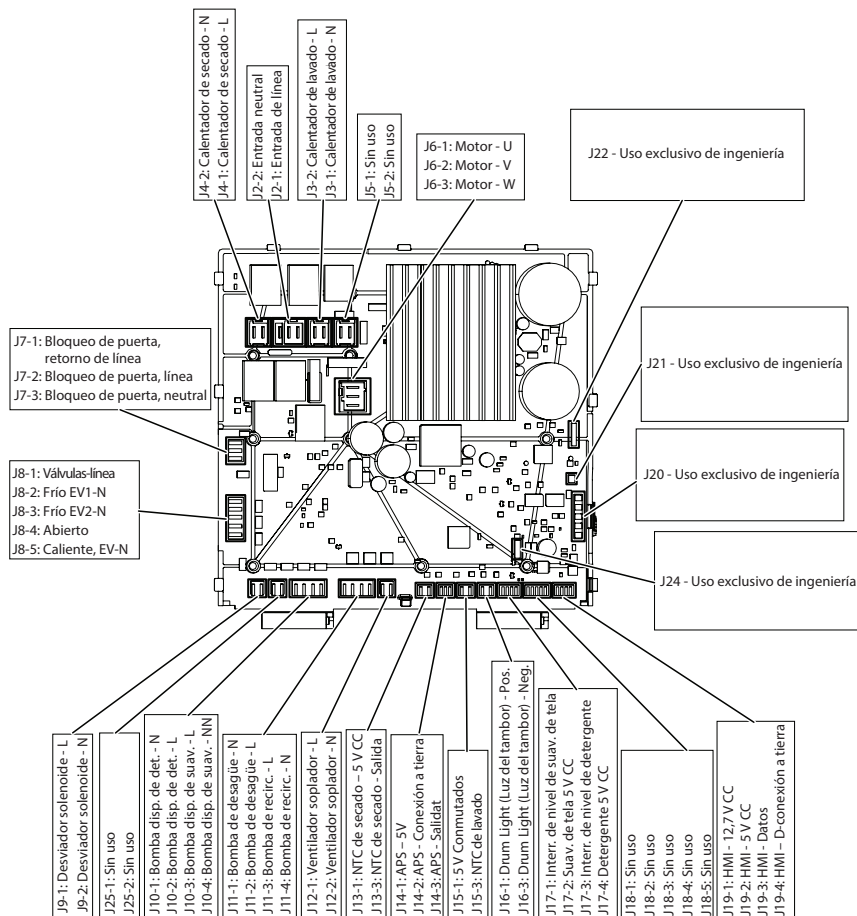

Figura 3: Unidad de control del electrodoméstico (ACU)
4. Verifique visualmente que todas las conexiones a la ACU estén insertadas completamente. Consulte la Figura 3, página 68.
9. Con un voltímetro configurado para **CA**, verifique el voltaje de línea a la ACU mediante los pines 1 y 2 del conector **J2 CA In** (filtro para interferencia). Consulte la Figura 3, página 68.
3. Compruebe visualmente que TODOS los conectores de la ACU estén insertados completamente en la ACU. Consulte la Figura 3, página 68.
5. Ejecute la PRUEBA N.º 1: Control de energía de la ACU, página 67, luego verifique visualmente que el conector **J6** esté insertado por completo en la ACU. Consulte la Figura 3, página 68.
4. Compruebe visualmente que el conector **J7** (bloqueo o interruptor de la puerta) esté completamente insertado en la ACU. Consulte la Figura 3, página 68.
3. Verifique que el conector de la luz del tambor (J16) esté conectado de manera segura a la ACU. Consulte la Figura 3, página 68.